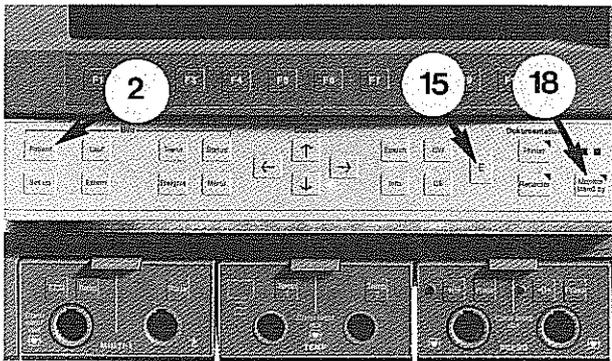

Bild 3
* Drücken Sie die Taste (2) **Patient** (Bild 3). Es erscheint Bild 2 zum Aufnehmen eines neuen Patienten oder zum Ändern einzelner Patientendaten. (Dieses Bild erscheint auch, wenn Sie das Gerät mit Taste (18) **Monitor stand by** aus dem Stand-by-Betrieb wieder einschalten.)
- * Stellen Sie den Cursor mit den Pfeiltasten auf Ja und drücken Sie die Taste (15) E (Bild 3).